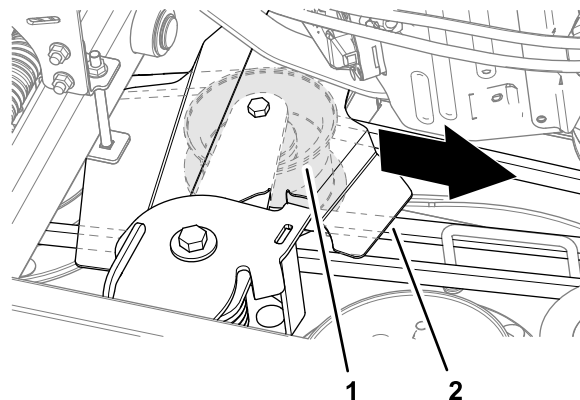

Figure 77
6. Tirez la poulie de tension et son couvercle vers le moteur, et déchaussez la courroie de la poulie (Figure 77).